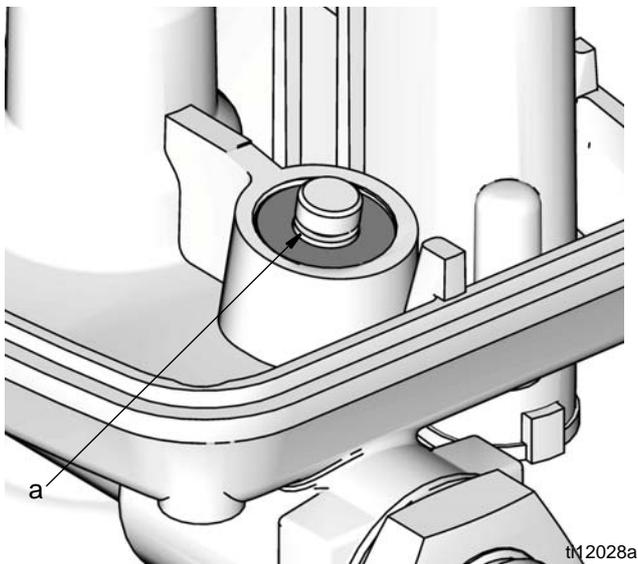

FIG. 23
- e. Con el dedo, vuelva a presionar la varilla hacia arriba (40) hasta que la muesca (a) del extremo de la varilla se extienda sobre la parte superior del casquillo y la carcasa del medidor (FIG. 23).